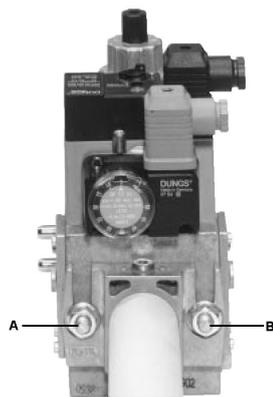
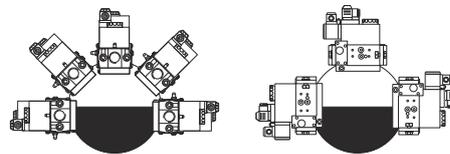

Fig. 4
Fig. 7
3. stringere le viti A, B, C e D (Fig. 4 - Fig. 5), rispettando le posizioni di montaggio (Fig. 7);
1. Allentare le viti A e B **non** svitare (Fig. 4 e Fig. 5).
2. Svitare le viti C e D (Fig. 4 e Fig. 5).